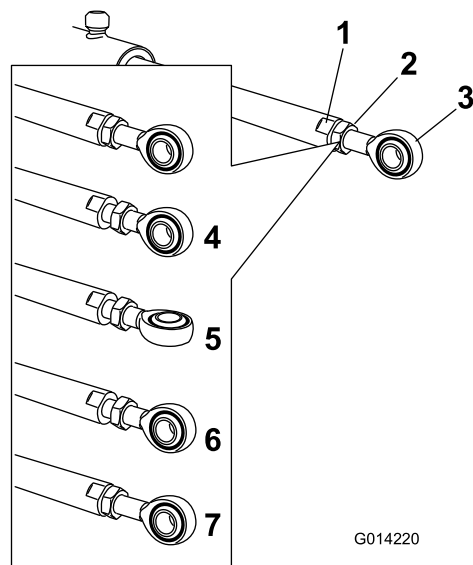

Figura 35
5. Utilizzate una chiave sui lati piatti dell'asta dell'attuatore per fermarla e allentate quindi il controdado per manipolare l'asta dell'occhiello (Figura 35).
6. Girate l'asta dell'occhiello nell'asta dell'attuatore per accorciare o allungare l'attuatore esteso nella posizione desiderata (Figura 35).